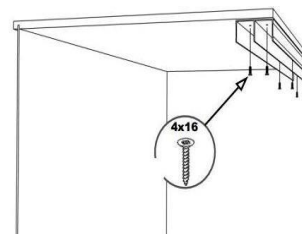
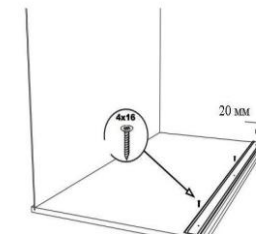

Рис.2
Рис.3
1. Установите верхнюю и нижнюю направляющие. Верхнюю направляющую вставьте в проем и выровняйте «заподлицо» с боковинами, зафиксируйте саморезами с пресшайбой 4,2*16, Рис.2. Зафиксируйте нижнюю направляющую саморезами с пресшайбой 4,2*16, со смещением во внутрь шкафа на 20мм, Рис.3.